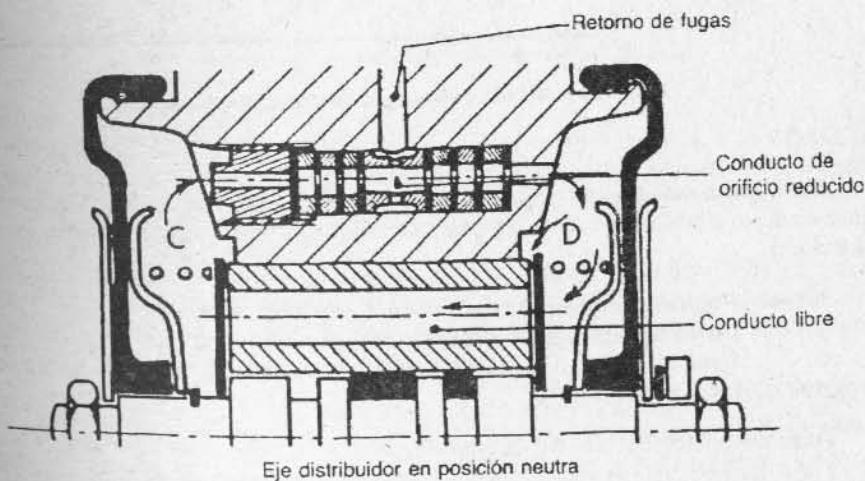

Fig. 1-21.— Detalles del corrector de altura GS y CX
**Desplazamiento del distribuidor de "neutro a escape":** Cuando el eje del distribuidor es solicitado, tiende a separarse de su posición central "neutra". La válvula de la cámara (C) queda cerrada, mientras la de la (D) se abre, por el regreso del eje distribuidor (Fig. 1-21).